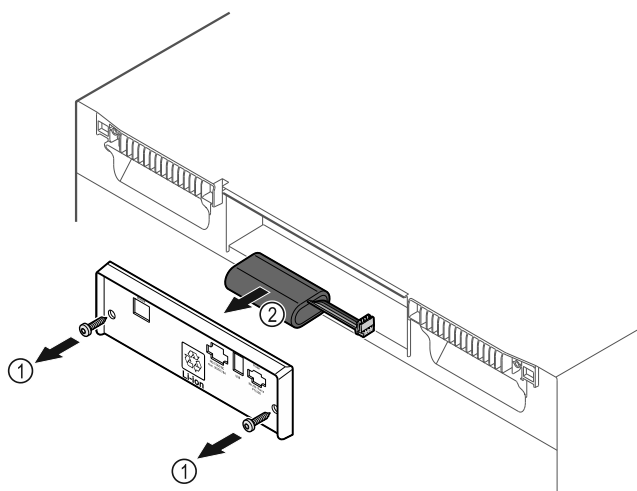

Fig. 229
- ▶ Wykręcić śruby i usunąć osłonę z tyłu urządzenia Fig. 229 (1).
- ▶ Odczepić i wyjąć baterię Fig. 229 (2).